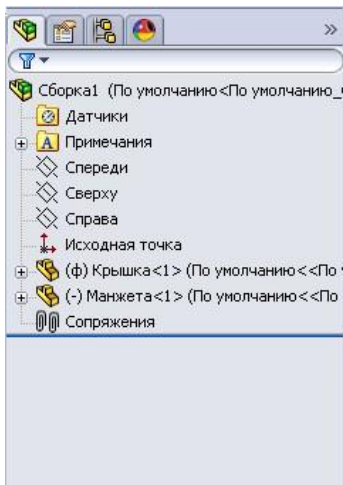

Рисунок 11.19 - Додана в складання деталь Манжета
2. Аналогічним чином помістимо в складальний простір деталь **Манжета** (рис. 11.19).